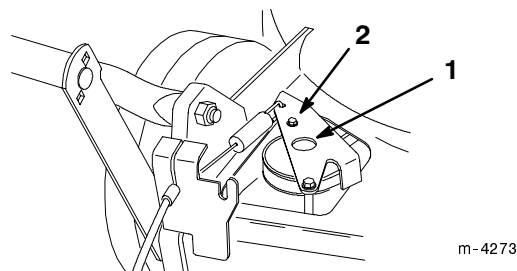

Figure 25
4. Pousser le support de traction vers le bas jusqu'à ce qu'il touche la tondeuse, et le maintenir dans cette position (Fig. 25).